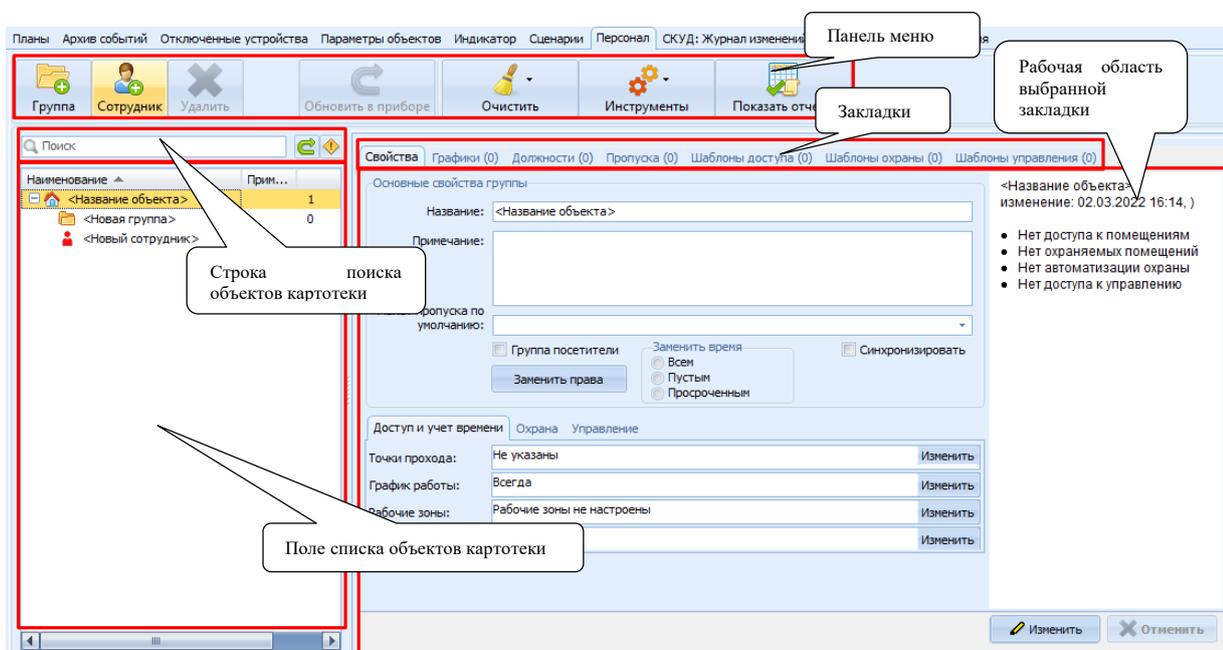

Рисунок 25.1 – Окно вкладки Персонал
Вкладка **Персонал** (рисунок 25.1) приложения «ОЗ» предназначена для решения следующих основных задач:
Окно вкладки состоит из следующих элементов (рисунок 25.1):
2) В открывшемся окне на закладке **Свойства** изменить необходимые сведения (рисунок 25.1) аналогично тому, как это сделано при редактировании свойств предприятия (25.2.3). При этом кнопка «Изменить» справа внизу окна меняется на «Применить».